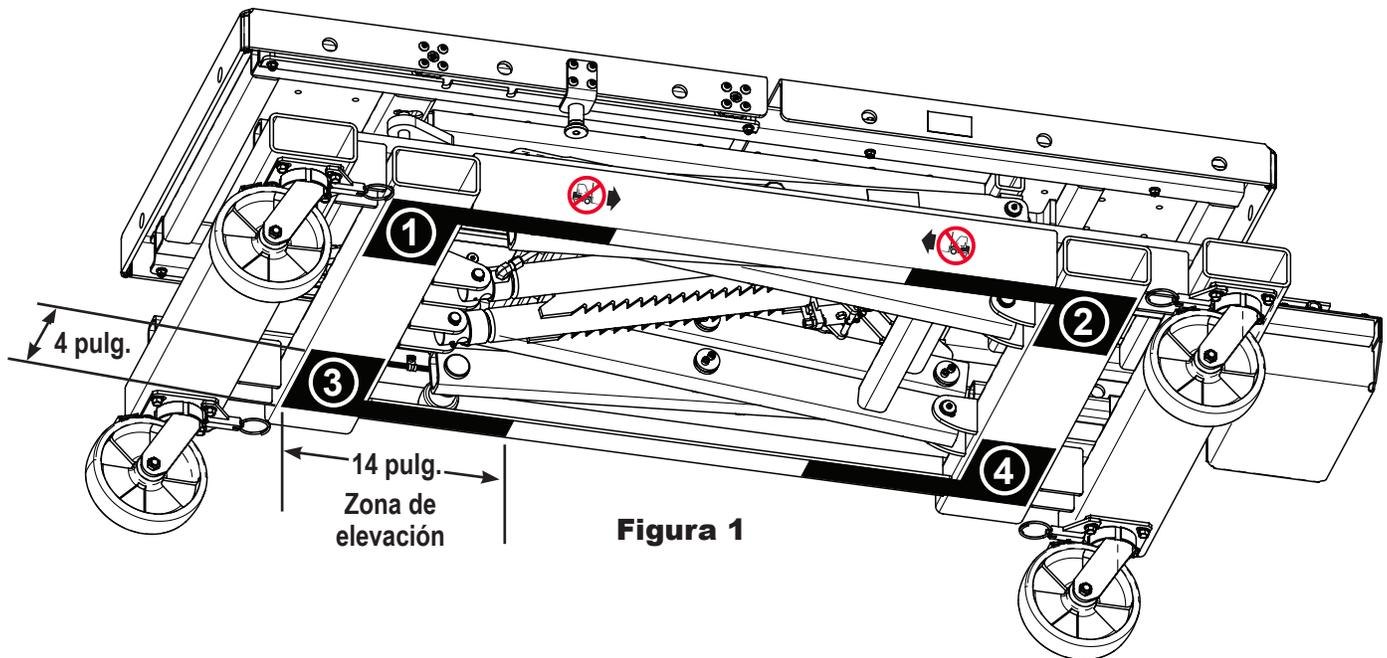

Figura 1
- b. Mantenga los puntos de contacto dentro de las 4 zonas de elevación en todo momento. Consulte la Figura 1.